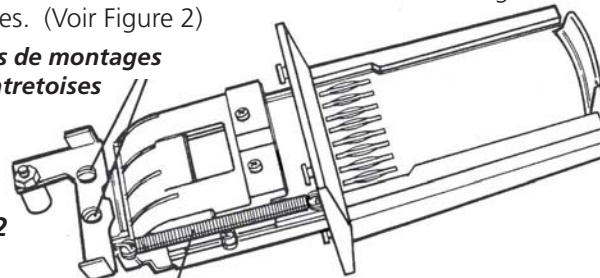

FIGURE 2
Démontez le rallonge de glissière à monnaie de la glissière à monnaie en démontant les deux vis de montage et les entretoises. (Voir Figure 2)
(2) Vis d'arrêt de glissière.
- Décrochez et démontez le ressort de retour de la glissière à monnaie. (Voir Figure 2)